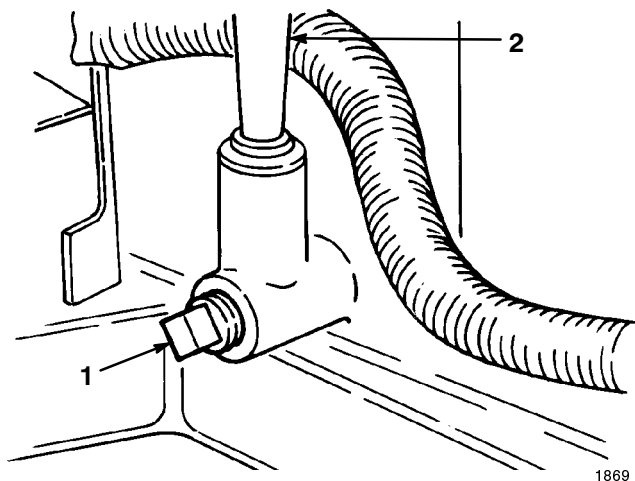

Abbildung 33
4. Eine Auffangschale unter das Einfüllrohr stellen und die Ablassschraube entfernen (Abb. 33).